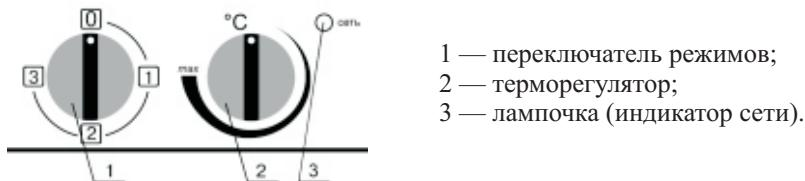

Рис. 2. Панель шасси
6.1 Установить переключатель режимов (поз.1, рис.2) в положение выключено « 0 », а ручку терморегулятора (поз. 2, рис. 2) в крайнее против часовой стрелки положение. Сетевую розетку подключить к стационарной электросети.